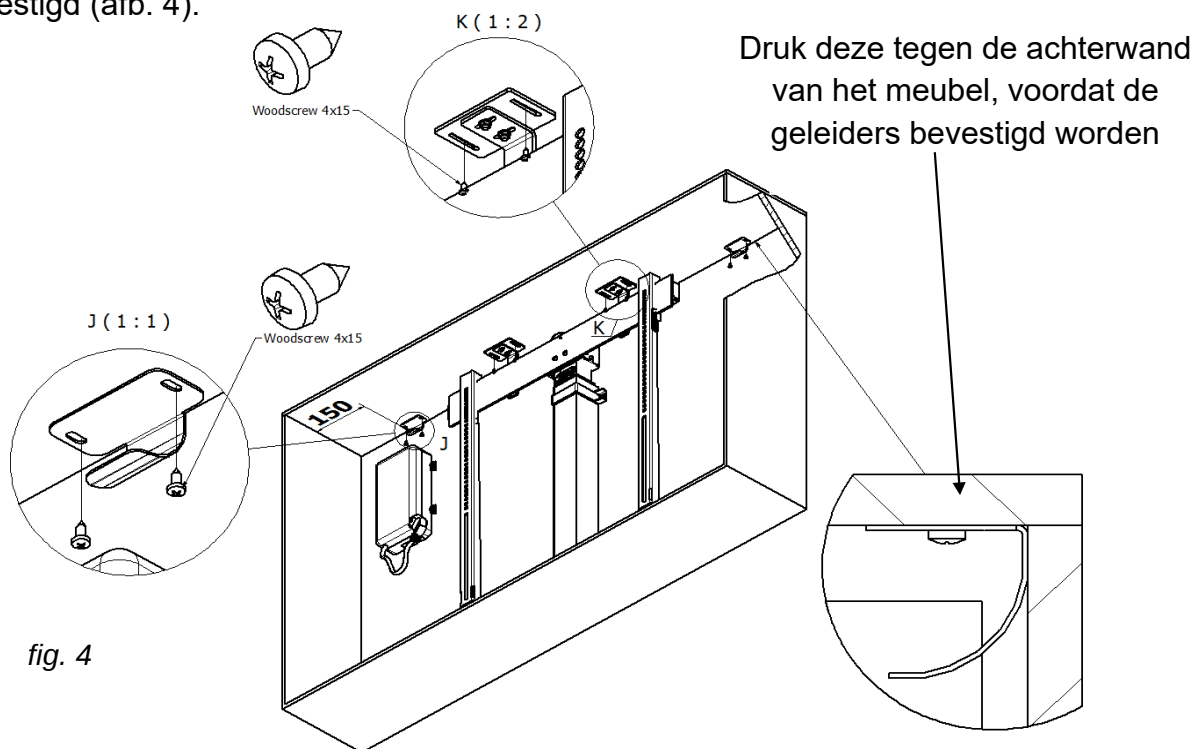

fig. 4
4. Monteer de klep van het meubel op de lift: plaats eerst de klep paralel op het meubel. Bevestig de klep aan de horizontale bar met behulp van de klep beugels. Draai na het bevestigen van de Klep de klepbeugels vast. Duw de geleiders tegen het achter paneel. Zorg ervoor dat er geen ruimte overblijft en draai ze vervolgens vast met twee schroeven. De geleiders moeten op ongeveer 150 mm van de rand van het deksel worden bevestigd (afb. 4).